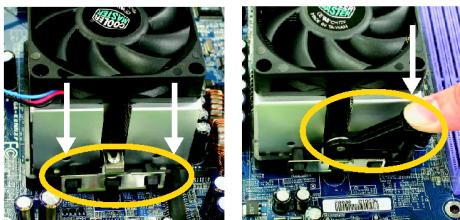

図4&5.
- ステップ 1-3. プロセッサにサーマルペーストを塗布したら、ヒートシンクをプロセッサに装着できます。図4および5に示されるように、ヒートシンクアセンブリをサポートフレームに合わせ、スタンドオフで固定します。